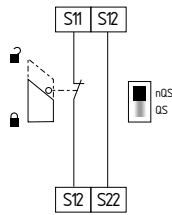

Fig. 11
**Circuito de monitorización de un resguardo de seguridad de un solo canal con dispositivo de seguridad con enclavamiento según EN ISO 14119 (véase fig. 11)**